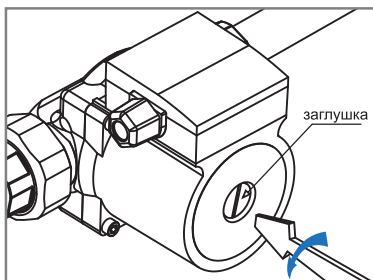

Рис. 8 Удаление воздуха из корпуса насоса
2. Выкрутить винт и снять заглушку (см. **Рис. 8**) для удаления воздуха, защитив электрические части от попадания жидкости или пара.